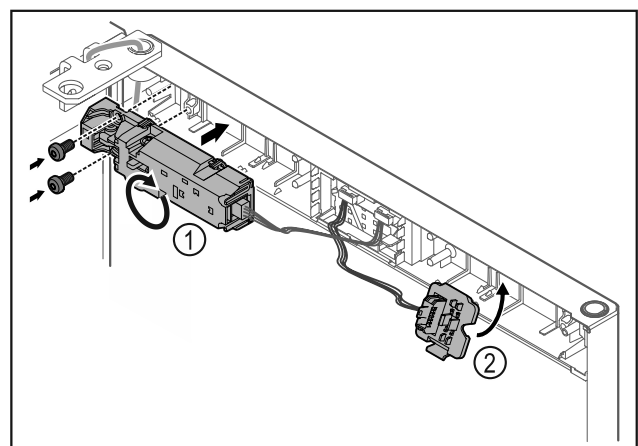

Fig. 22
- Fernschloss Fig. 22 (1) um 180° drehen und auf Gegenseite befestigen.
- Steckerhalterung Fig. 22 (2) auf Gegenseite einrasten.